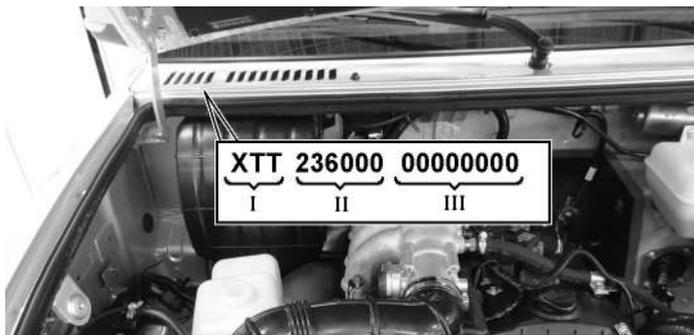

Рис. 1.2. Расположение идентификационного номера транспортного средства
**Идентификационный номер** транспортного средства наносится на заводской табличке (рис. 1.1) и на кабине автомобиля, на нижней панели ветрового окна (рис. 1.2).
Идентификационный номер (рис. 1.2) состоит из трех частей: